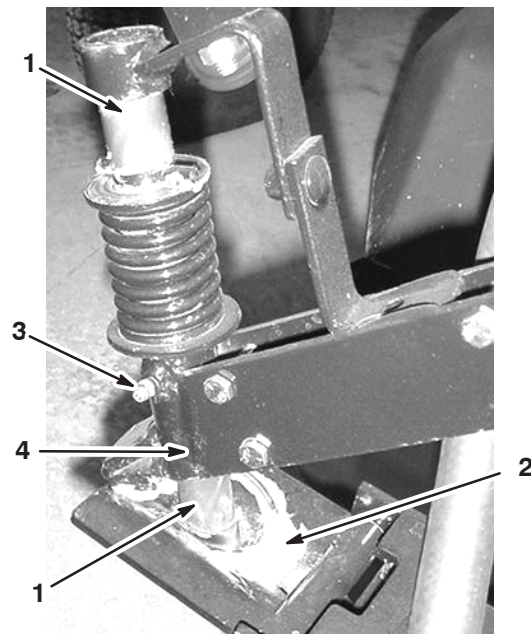

Figura 41
1. Coloque grasa manualmente en el eje de soporte y dentro del asiento de la bola de la chapa abisagrada según muestra la Figura 41.